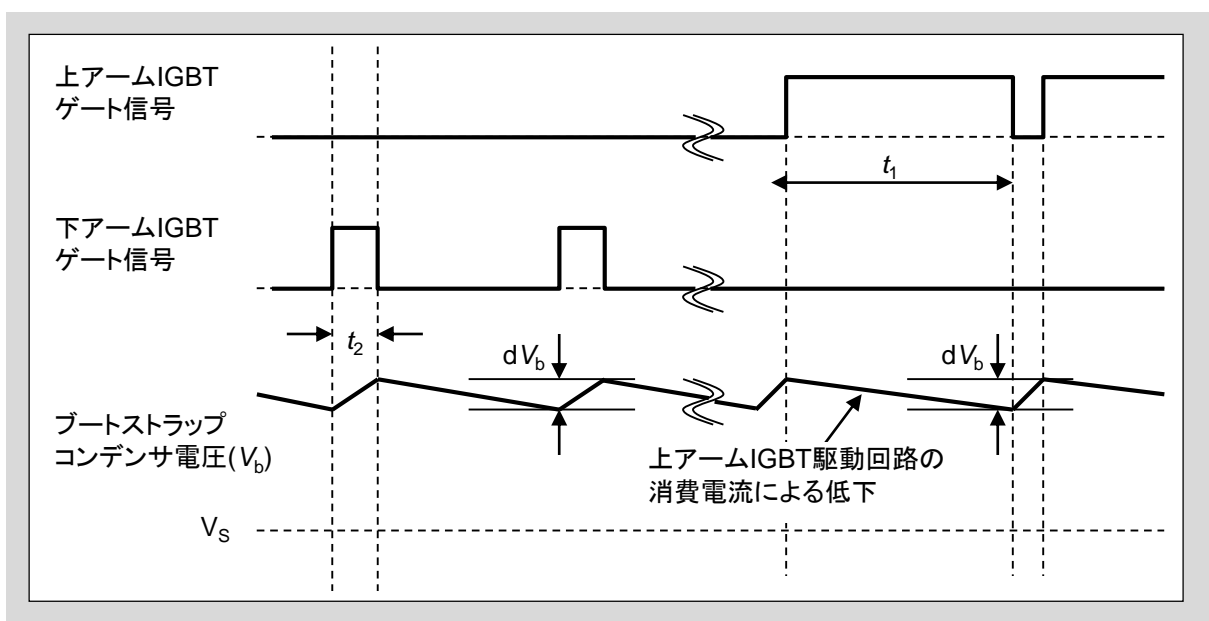

図3-10 充放電動作のタイミングチャート
$dV_b$ : 許容放電電圧(図3-10を参照)
- 上アームIGBTがスイッチング動作し、下アームFWDオン時に充電するモード(タイムチャート(図3-10))では、上アームIGBTのオフ期間にオン期間で消費した電力を再充電できる時定数とします。